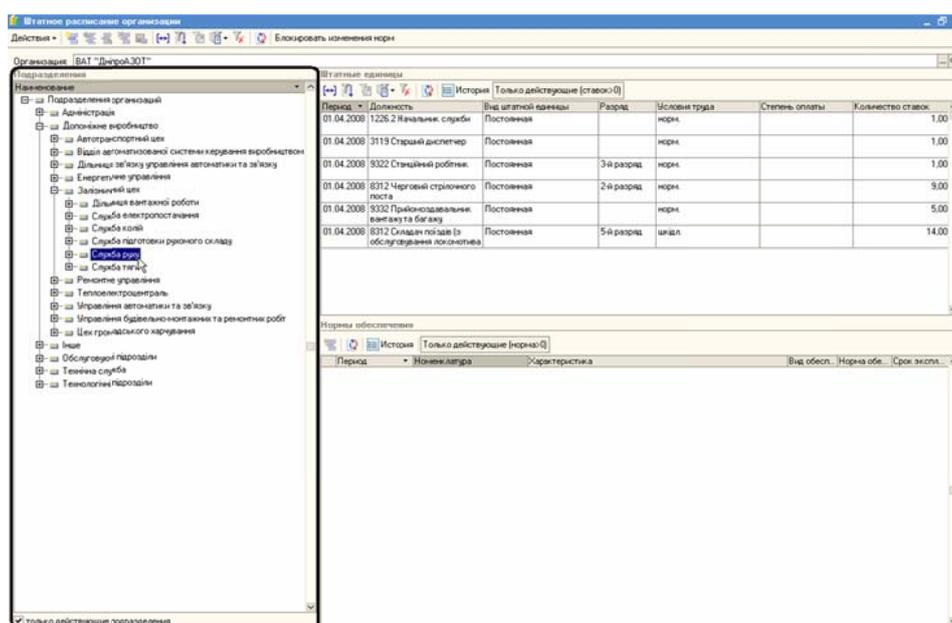

Рисунок 38 – Выбор подразделения в форме «Штатное расписание»
2. Выбрать структурное подразделение, в табличном поле «Подразделения», для штатных единиц которого будет производиться изменение норм обеспечения. При этом в табличном поле «Штатные единицы» будут отображены штатные единицы данного подразделения (Рисунок 38).